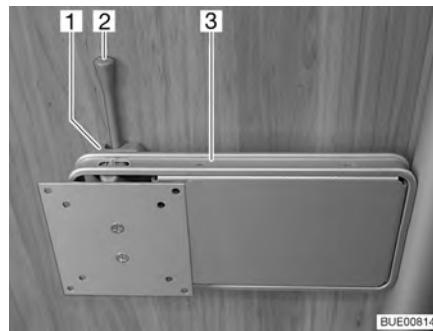

Fig. 52 Support sur colonne
- Pousser le levier de déverrouillage (Fig. 52,2) sur le côté et pivoter le support (Fig. 52,3) et l'écran plat pour les amener en position souhaitée.
- Pivoter l'écran plat en sens inverse, jusqu'à ce que le support (Fig. 52,3) s'enclenche dans le verrouillage (Fig. 52,1).